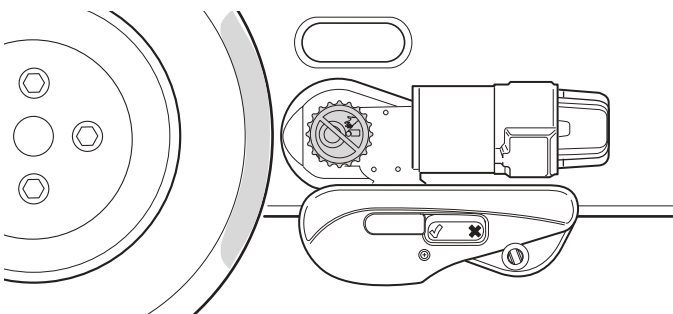

Fig. 33
- L'écart entre les rouleaux d'entraînement et les pneus s'élève à environ 20 mm de chaque côté (Fig. 33). Pour vérifier le bon écart entre le pneu et le rouleau d'entraînement, voir chapitre 6.1